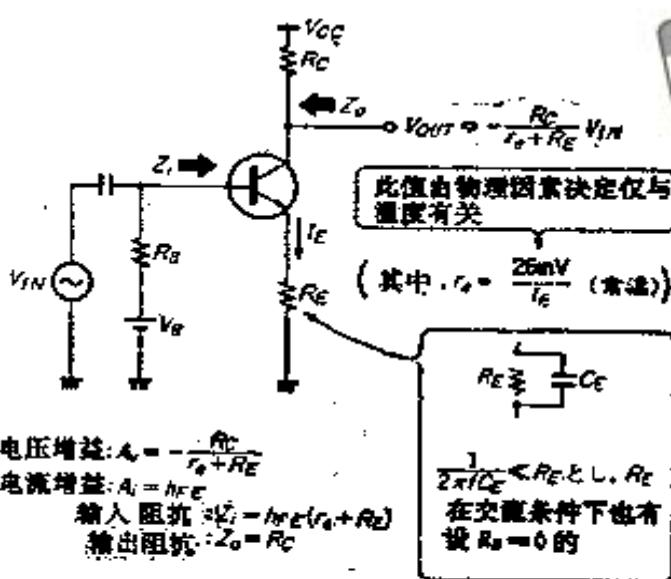

图3-5 发射极接地电路
① **发射极接地电路：**发射极接地电路是使用得最多的形式，基本电路如图3-5所示。也经常使用在发射极电阻 $R_E$ 上并联电容器 $C_E$ ，使发射极进行交流接地的方法，发射极接地的名字就是由此而获得的。